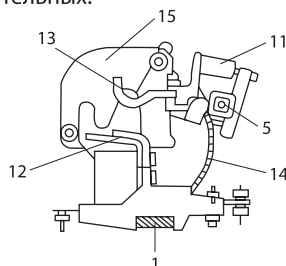

Рисунок 6. Схематический разрез контактора по одному полюсу
уменьшается ток в катушке и устанавливается рабочий режим с минимальными тепловыми потерями. Вал (5) поворачивается и приводит к замыканию всех трех пар силовых контактов и переключает дополнительные контакты (7). При снятии напряжения с катушки (4) подвижная часть магнитной системы под действием возвратной пружины (11) (см. рис. 6) отрывается от неподвижной и возвращается в исходное положение, разрывая цепи силовых контактов и переключая цепи дополнительных.